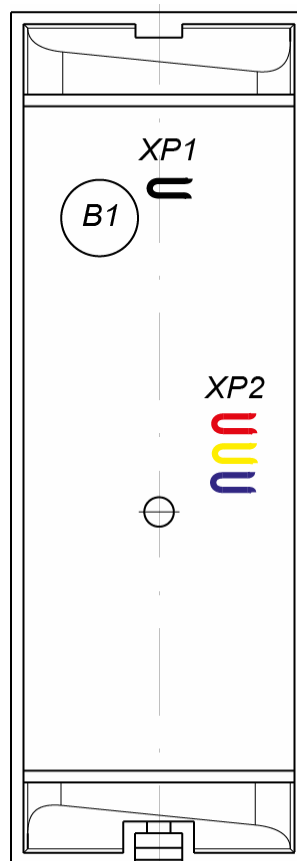

Рисунок 2. Расположение перемычек «номер считывателя» (XP2), перемычки «отключение концевого резистора» (XP1) и пьезоэлемента (B1)
Защита электроники от негативных воздействий окружающей среды обеспечивается за счет заливки его платы компаундом. Кабель для подключения считывателя выведен с его тыльной стороны. Кроме того, на тыльной стороне считывателя расположены четыре переключки проводом (см. рис. 2):
4. При помощи трех перемычек **XP2** (см. рис. 2) установите номер считывателя, для чего в соответствии с табл. 2 необходимые перемычки перекусите кусачками. Разрезанные перемычки не должны контактировать с другими перемычками и с металлическим основанием.
5. С целью предотвращения искажений сигнала на концах линии связи *RS-485* должны быть установлены концевые резисторы. В считывателе **PERCo-MR07.1** такой резистор предусмотрен конструктивно. Если устанавливаемый считыватель не является конечным устройством на линии связи, то на нем необходимо отключить концевой резистор, для чего перекусите перемычку **XP1** (см. рис. 2). Проверьте наличие концевых резисторов на реальных концах линии связи интерфейса *RS-485*.